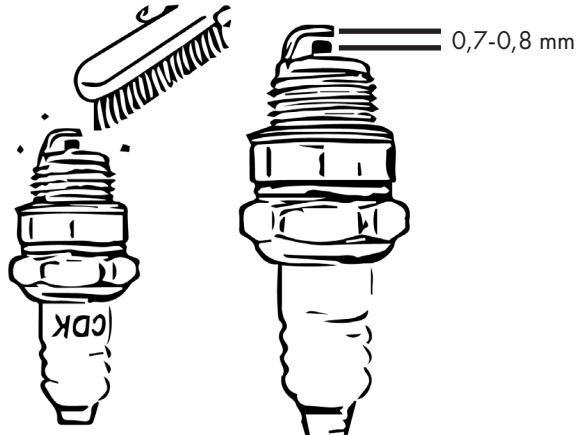

Rysunek 27
- Zdejmij nasadkę świecy zapłonowej i poluzuj świecę zapłonową za pomocą klucza do świec zapłonowych, Rys. 27.